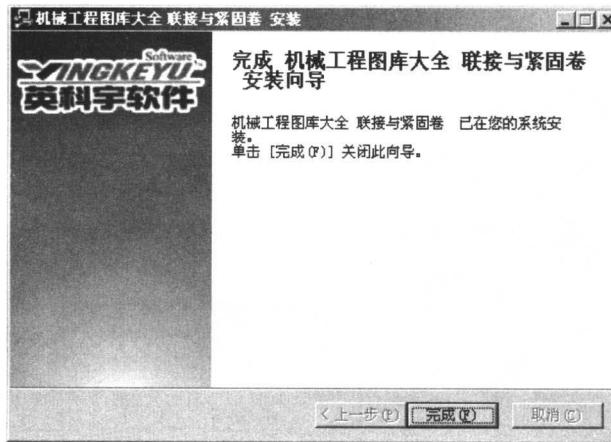

图 1-4 “安装完成”对话框
(4) 安装完毕后，Windows 桌面上将会生成名为“联接与紧固”的图标，并弹出如图 1-4 所示的“安装完成”对话框，表示该软件已经安装成功。如果没有出现上述提示，则表明安装程序没有正常执行完毕，建议重新安装。